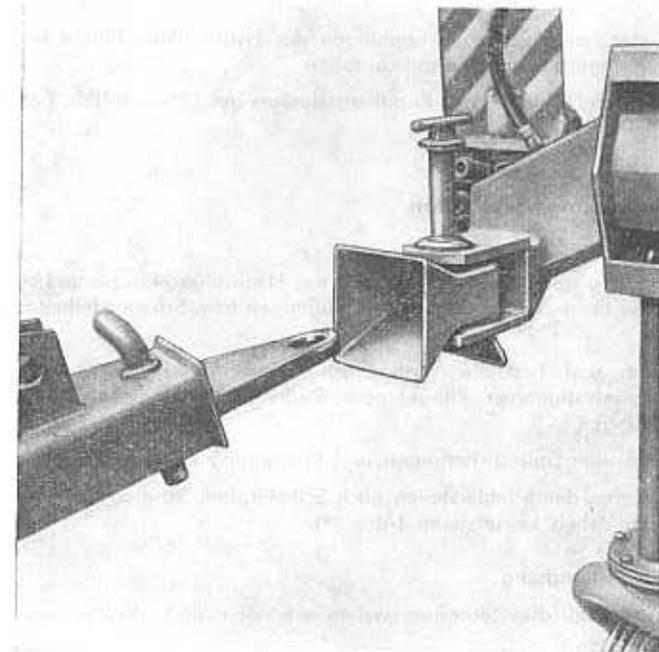

Abb. 18 Stellung Zugöse zum Kupplungsmaul
- Ausrichten der Zugöse des B 601 in Höhe des Kupplungsmaules des Pfluges durch Anheben des Gerätes mittels der vorderen Abstellstütze. Bei dem Kupplungsvorgang ist das Dazwischentreten von Personen verboten (Abb. 18)